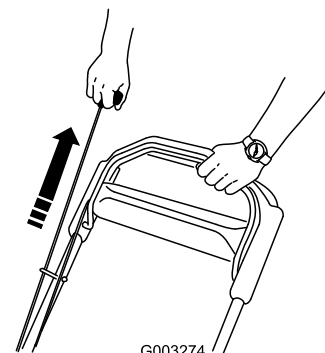

Figure 18
3. Tirez sur la poignée du lanceur (Figure 18).